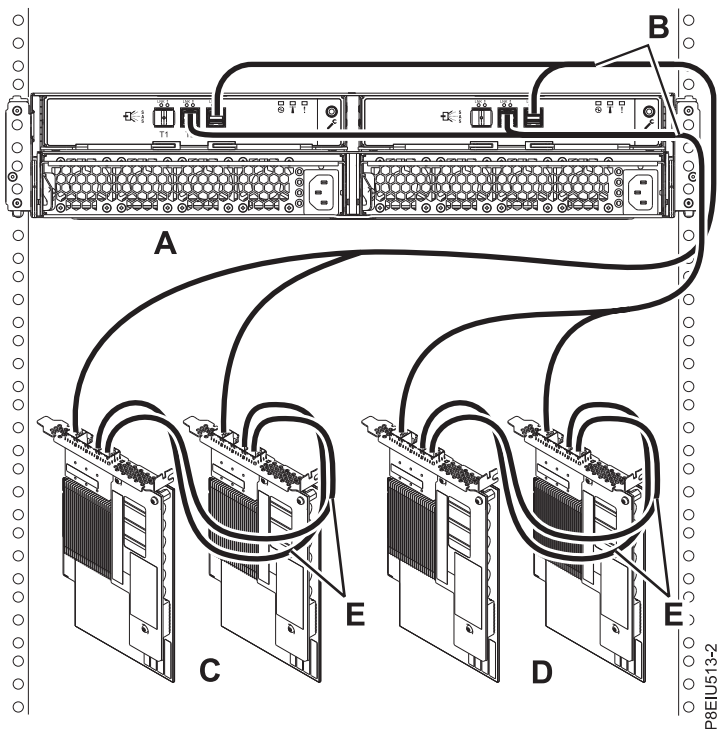

Рисунок 18. Подключение ESLS с помощью кабелей X12 к двум парам адаптеров SAS FC EJ0L или FC EJ14, соединенных кабелями AA (режим 2)
18. Подключите один корпус (A) с помощью кабелей X12 (B) к двум парам адаптеров SAS FC EJ0L или FC EJ14 (C и D), соединенных кабелями AA (E), в режиме 1 (см. рис. 18 на стр. 19). Затем перейдите к разделу “Подключение кабелей данных, кабелей питания и установка крышек” на стр. 21.
- Каждый адаптер в первой паре адаптеров SAS (C) обладает доступом к другому адаптеру из первой пары и отсекам накопителей D1 - D12.
- Каждый адаптер во второй паре адаптеров SAS (D) обладает доступом к другому адаптеру из второй пары и отсекам накопителей D13 - D24.